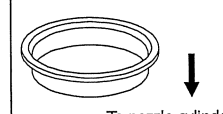

Fig. G5
- 5000ul: Fig. G4, 10000ul : Fig. G5